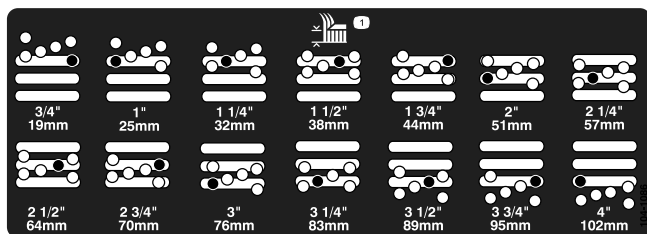

Bild 19
4. Entfernen Sie das Distanzstück, während Sie gleichzeitig die Kammer abstützen (Bild 19).
5. Stellen Sie die Kammer auf die gewünschte Schnitthöhe ein und setzen Sie das Distanzstück im gewünschten Schnitthöhenloch und -schlitz ein (Bild 19).